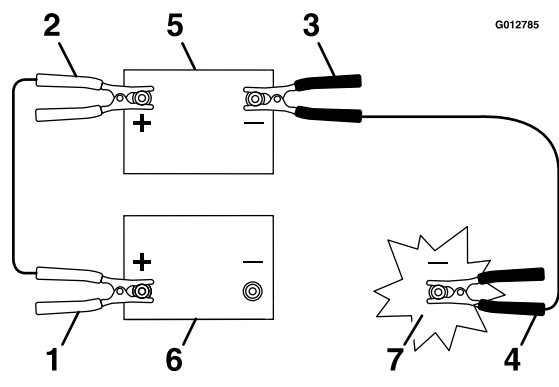

Figura 48
3. Collegare il cavo positivo (+) al morsetto positivo (+) della batteria scarica collegata allo starter o al solenoide come illustrato in Figura 48.